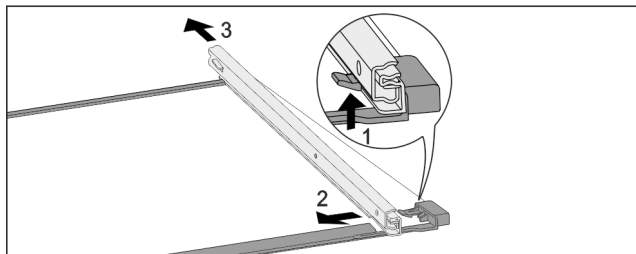

Fig. 265 Γυάλινο ράφι με ράγες
- ▶ Πιέστε το μπροστινό άγκιστρο ασφάλισης προς τα πάνω. Fig. 265 (1)
- ▶ Ωθήστε την εκτεινόμενη ράγα προς το πλάι Fig. 265 (2) και προς τα πίσω Fig. 265 (3).